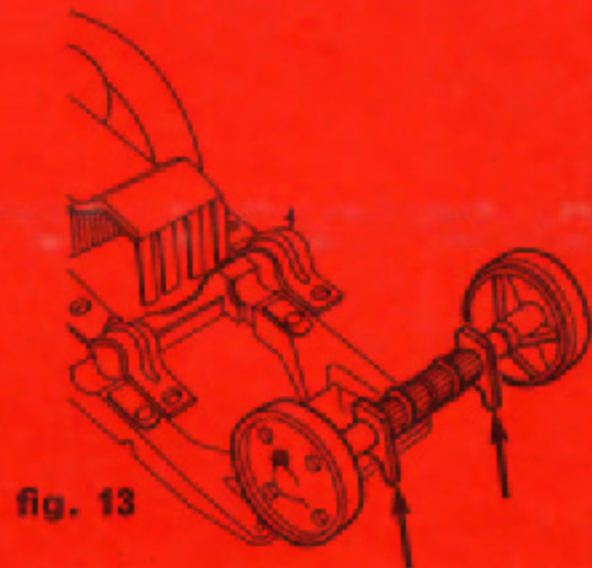

fig. 13
– Vous remettez le nouvel essieu après avoir dirigé vers le bas les deux picots de positionnement. **La roue gauche comporte un repère à la peinture rouge** (Fig. 13). Assurez-vous que chaque picot prenne bien place dans son logement.